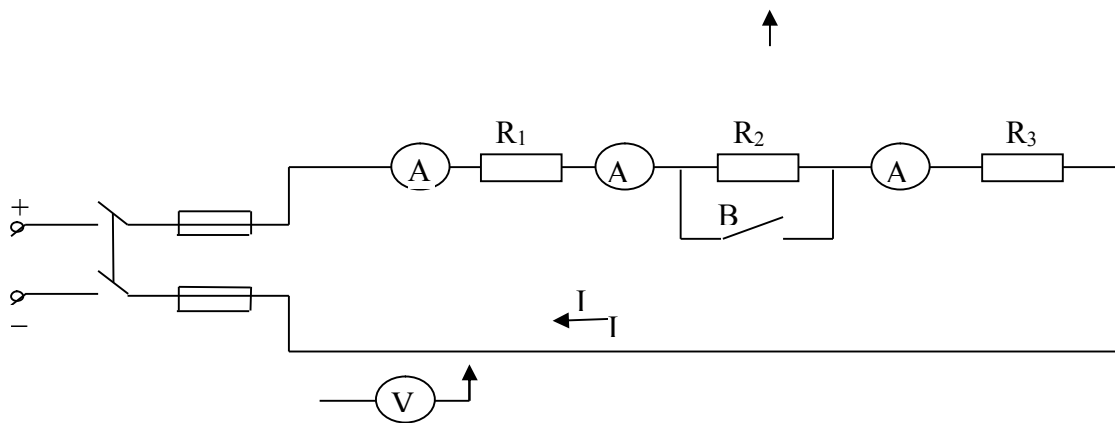

Рисунок 1 Схема электрической цепи
1. Собрать электрическую цепь по схеме (рис. 1